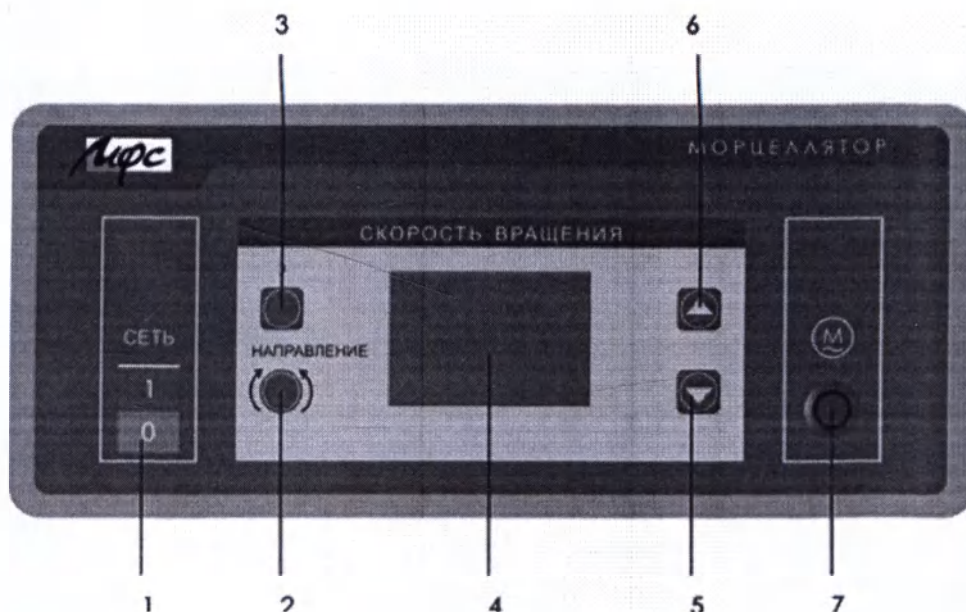
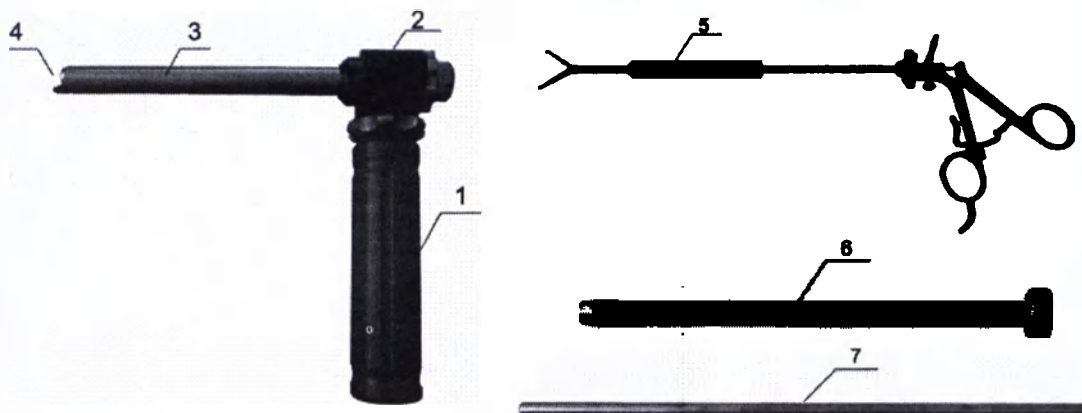

Рис. 1 Блок управления морцеллятора. Передняя панель
Рис. 3. Морцеллятор в сборе: 1-Электропривод; 2-Редуктор; 3- Наружный тубус; 4-Фреза; 5-Зажим для морцеллятора; 6-Расширитель; 7-Переходник расширителя.
- 1 Установите клавишу 1 (рис.1) сетевого выключателя в положение «0».
- 2 Соедините редуктор 2 с электроприводом 1 (рис. 3) путем совмещения оси редуктора с пазом оси электропривода. Далее вращаем накидную гайку электропривода против часовой стрелки (рис. 4).
5 Подключите разъем электропривода 1 (рис.3) к разъему для подключения электропривода 7 (рис.1), расположенному на блоке управления.
9 Выберите направление вращения фрезы кнопка 2 (рис. 1). При нажатии кнопки, в нижней части экрана попеременно появляются надписи «НАПРАВЛЕНИЕ» - вращение фрезы по часовой стрелки и «РЕВЕРС» - вращение фрезы против часовой стрелки
10 Установите подходящую скорость вращения фрезы. Нажимая кнопку 3 (рис. 1) можно выбрать предустановленную программу:
11 Нажимая кнопки 5 и 6 (рис. 1) можно плавно уменьшать и увеличивать значение скорости вращения фрезы.
1 В установленный троакар 10 мм вставьте переходник 7 (рис. 3) от расширителя 6 (рис. 3)
3 Поместите расширитель 6 (рис. 3) во фрезу 6 (рис. 5) в сборе с электроприводом.
6 Проведите через фрезу зажим для морцеллятора 5 (рис. 3).
7 Захватите зажимом ткань, которую необходимо подвергнуть морцелляции и подтяните ее к торцу фрезы 4 (рис. 3).